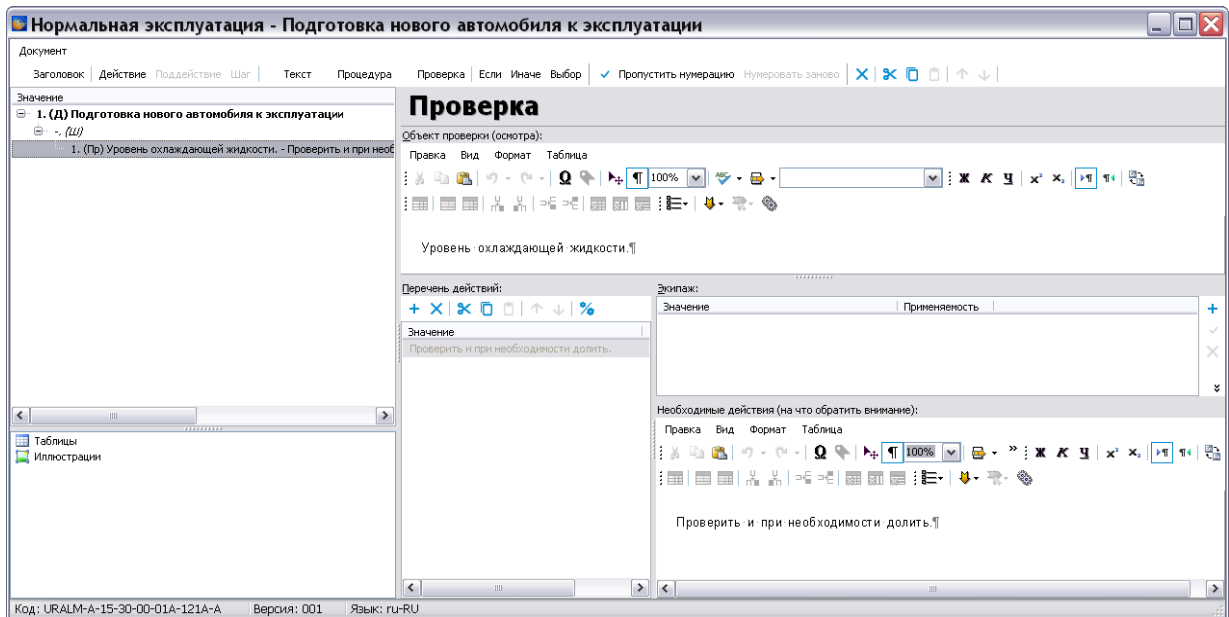

Рисунок 495
2) В окне **Проверка** в разделе **Объект проверки (осмотра)** введите название объекта проверки (рисунок 495).
3) В разделе **Необходимые действия** введите описание проверки (рисунок 495).